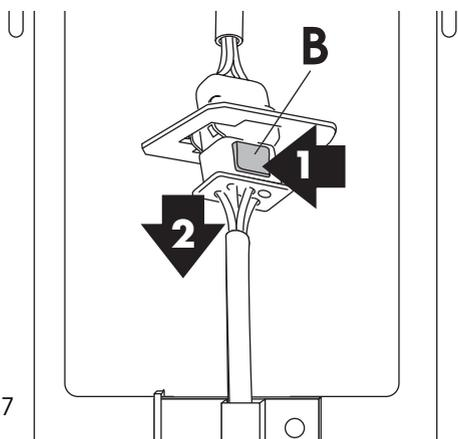

Abb. 7
- 5) Den elektrischen Verbinder trennen, indem Sie die Flügel B andrücken und dann den Verbinder herausziehen (Abb. 7).